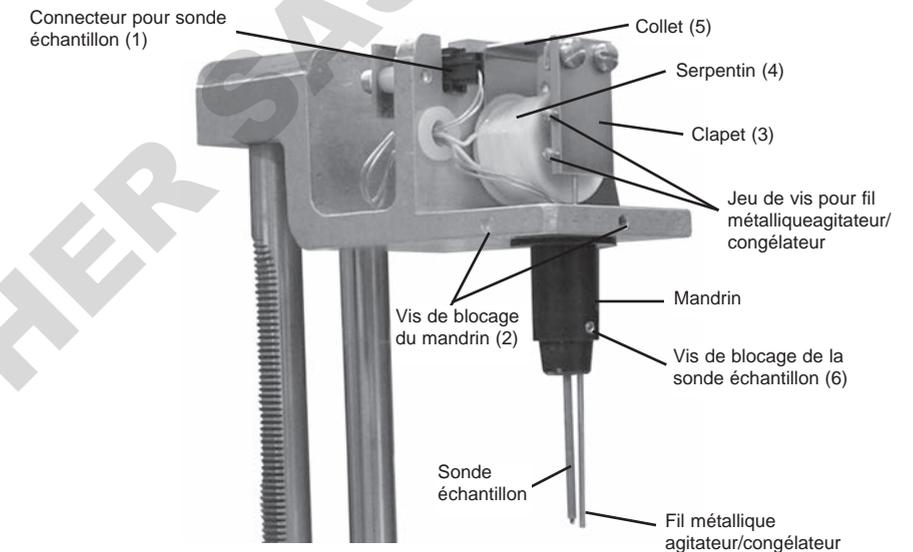

Figure 9 : Tête de mesure
4. Débrancher le connecteur de la sonde échantillon (figure 9, élément 1). Accéder aux fils de la sonde par les fentes latérales du connecteur. Veiller à ne pas toucher ou courber les broches du connecteur. La présence de transpiration ou saleté sur les doigts de l'opérateur peut augmenter la résistance électrique de la connexion.
6. Desserrer les deux vis de retenue (figure 9, élément 2) retenant le mandrin dans le châssis de la tête. Abaisser la sonde et le mandrin sur le fil agitateur.
10. Disposer les guides de manière à ce qu'ils ne touchent pas le clapet (figure 9, élément 3) ou ne soient pincés lorsque le couvercle de la tête est remis en place.
2. S'il est nécessaire d'effectuer un ajustement vertical de l'embout de la sonde pour centrer la bille noire dans le volume d'échantillon de 2 ml, desserrer la vis de retenue de la sonde (figure 9, élément 6), puis relever ou abaisser manuellement la sonde dans le mandrin. Resserrer sans forcer la vis de retenue (si elle est trop serrée, la paroi en plastique du mandrin peut se fêler ou se tordre). Effectuer une vérification supplémentaire en suivant les instructions de l'étape 1 ci-dessus.
2. Ajuster l'écartement du clapet. Voir figure 9. Courber le collet (élément 5) pour positionner le clapet (élément 3) plus près ou plus loin du serpent (élément 4), selon la position qui augmente la vibration à l'extrémité du fil agitateur/congélateur.